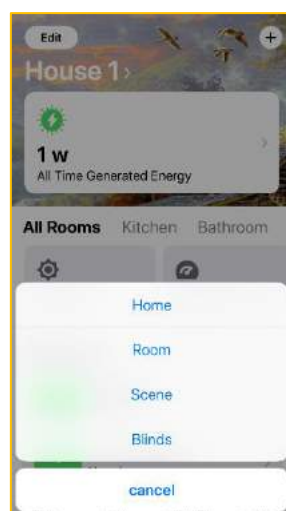

Abbildung 25
10.7.2. Im angebotenen Menü **Scene** auswählen (Abb. 25).